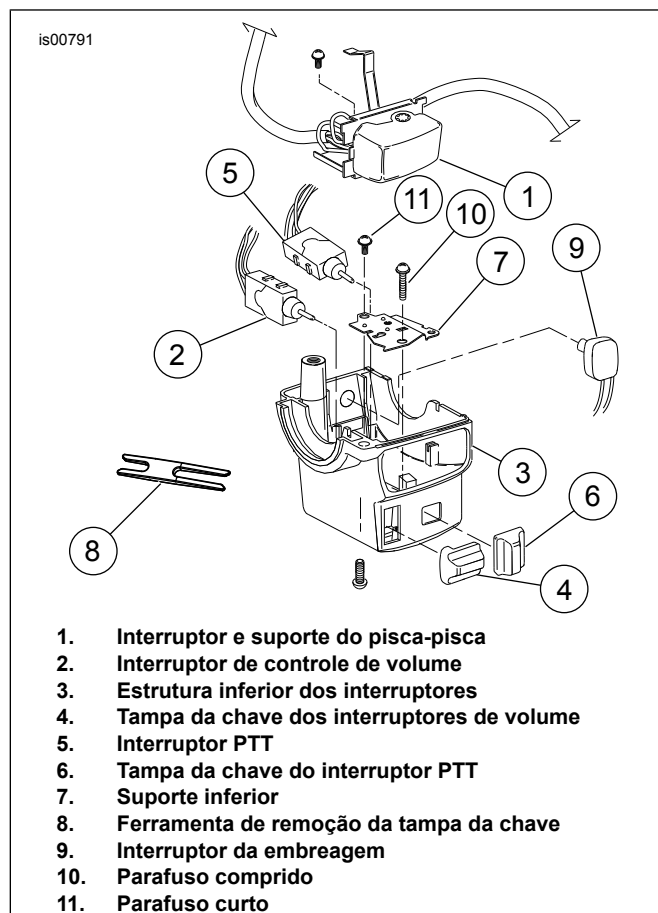

Figura 8. Modelos com rádio e CB – montagem da estrutura inferior dos interruptores do lado esquerdo do guidom
1. Veja a Figura 8. Corte com cuidado a abraçadeira plástica que segura o conduíte da fiação no suporte do interruptor do pisca-pisca (1).
2. Remova o parafuso que segura o suporte superior da estrutura (3).
6. Veja a Figura 8. Remova os dois parafusos que seguram o suporte inferior (7) no ressalto da estrutura. Puxe o suporte da estrutura dos interruptores.
7. Marque ou anote as posições (superior, direita, esquerda) dos interruptores do rádio (2) e/ou do PTT (5) e remova os conjuntos dos interruptores.
1. **Para os modelos Ultra e Road Glide:** Veja a Figura 8. Posicione o interruptor PTT (5) do rádio CB na cavidade da estrutura cromada inferior dos interruptores para que fique em posição horizontal (com o fio da luz verde na direção do suporte da embreagem). Se instalado de forma correta, o interruptor será capturado pelos blocos fundidos na estrutura inferior (3).
2. Coloque o interruptor de controle de volume (2) do rádio na cavidade da estrutura cromada inferior dos interruptores para que fique na borda em posição vertical. Se instalado de forma correta, o interruptor será capturado pelos blocos fundidos na estrutura inferior. Verifique se o eixo do interruptor está alinhado para um funcionamento apropriado da tampa da chave.
3. Coloque o suporte inferior (7) na estrutura (com o lado da porca soldada para baixo). Nos modelos Ultra e Road Glide, disponha o suporte de modo que o degrau inferior fique posicionado sobre o interruptor PTT (orientado horizontalmente). Verifique se as ranhuras no degrau superior do suporte encaixam nas duas lingüetas no corpo do interruptor.
6. Posicione o interruptor da embreagem (9) no mesmo local e com a mesma orientação de antes da remoção.